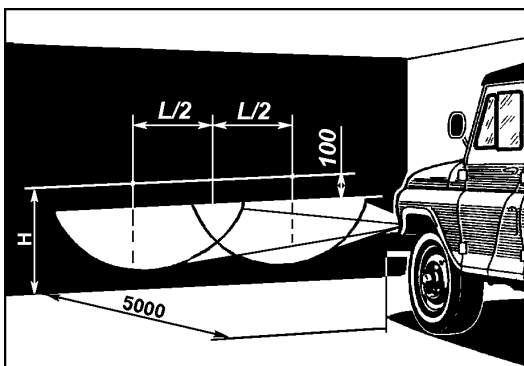

Рис. 8.9. Разметка экрана для регулировки противотуманных фар:
**Противотуманные фары** регулирует так, чтобы световые пятна на стене или экране были расположены, как показано на рис. 8.9.